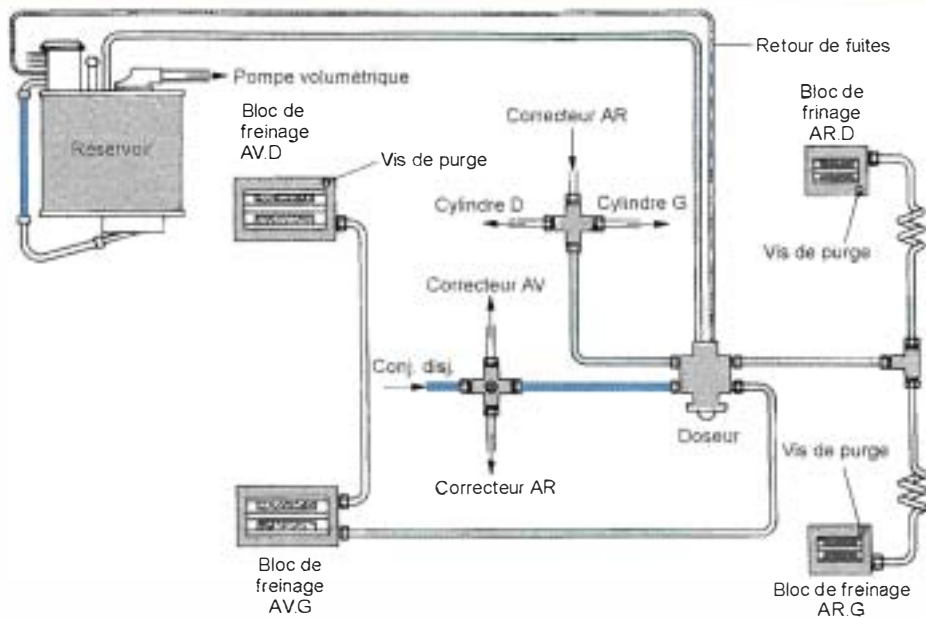

Figure 10.8 • Circuit hydraulique de freinage (document Citroën).
■ Quels sont les éléments constitutifs d'une assistance par pression hydraulique (figure 10.8) ?